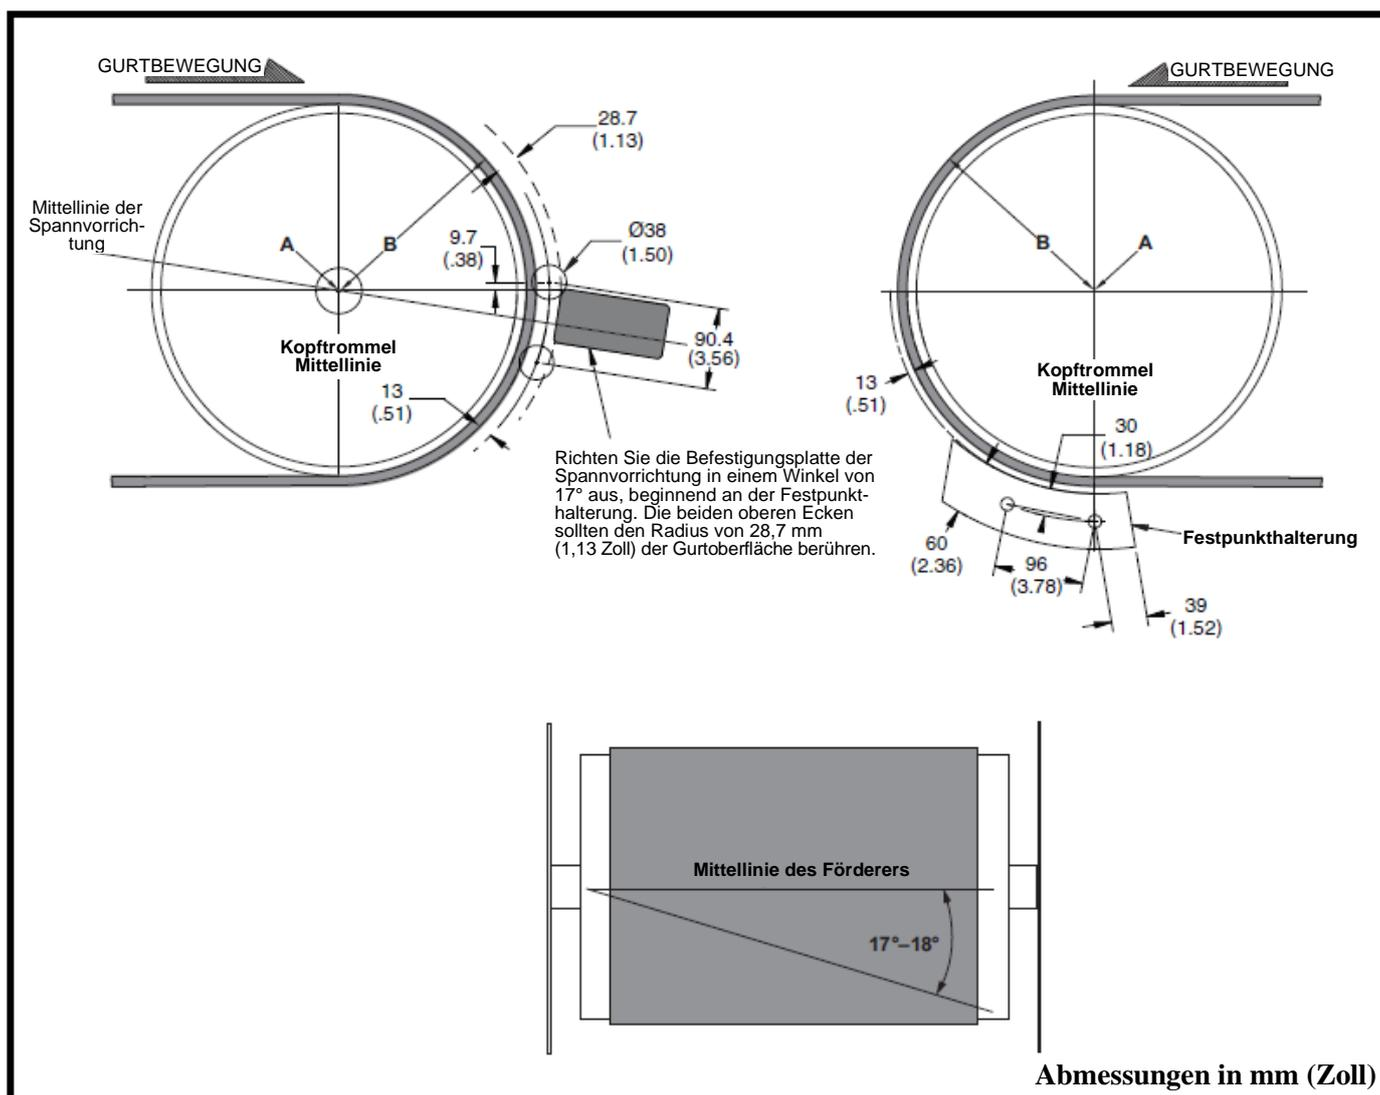

Abbildung 5: Position des Vorkopfabstreifers & Schurrenwandausschnitte
- (1) Positionieren Sie die Festpunkthalterung an der Schurrenwand auf der Gegenseite, wie in Abbildung 5 dargestellt. Richten Sie das Schraubenloch an der Halterung mit der Mittellinie der Kopftrommel aus.
- (2) Markieren Sie die Positionen der Bohrung für die Festpunkthalterung.
- (3) Bohren oder schneiden Sie zwei Löcher von 13 mm (1/2 Zoll) in die Schurrenwand auf der Gegenseite.
- (4) Befestigen Sie die Festpunkthalterung mithilfe von Senkkopfschrauben und Muttern an der Innenseite der Schurrenwand auf der Gegenseite.
- (2) Schweißen Sie die Festpunkthalterung an der Schurrenwand fest. Schweißen Sie rund um die Halterung. Schweißen Sie die komplette Naht ohne abzusetzen.
- a) Markieren Sie die Ausschnitte an der Schurrenwand (Abb. 5).
- a) Markieren Sie die Schurrenwand wie in Abbildung 5 gezeigt.